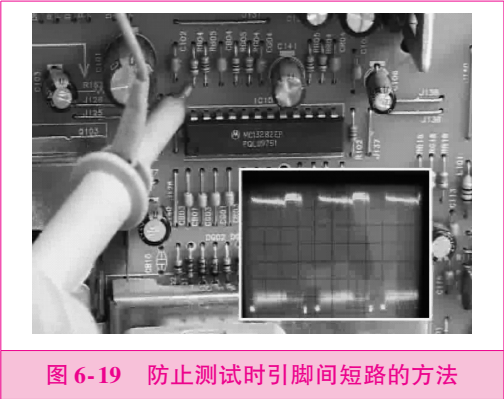

图 6-19 防止测试时引脚间短路的方法
- 2) 测试操作不要造成引脚间短路。电压测量或用示波器探头测试波形时，表笔或探头滑动会造成集成电路引脚间短路，最好在与引脚直接连通的外围印制电路板上进行测量，如图 6-19 所示。任何瞬间的短路都容易损坏集成电路，在测试扁平形封装的 CMOS 集成电路时更要加倍小心。